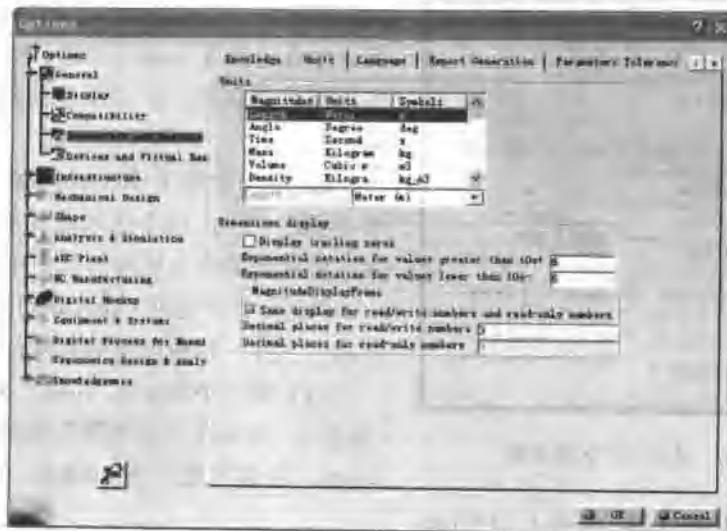

图 1-4 设置长度、面积参数
(1) 进入菜单 Tools (工具) → Options (选项)。
(2) 单击 General (常规) → Parameters and Measure (测量参数) (使其高亮显示) → Units (单位)。
(3) 将 Length (长度) 和同一列中的 Area (面积) 的单位分别改成 Meter (米) 或 Foot (英尺) 以及 Square meter (m^2) (平方米) 或 Square foot (平方英尺)，如图 1-4 所示。